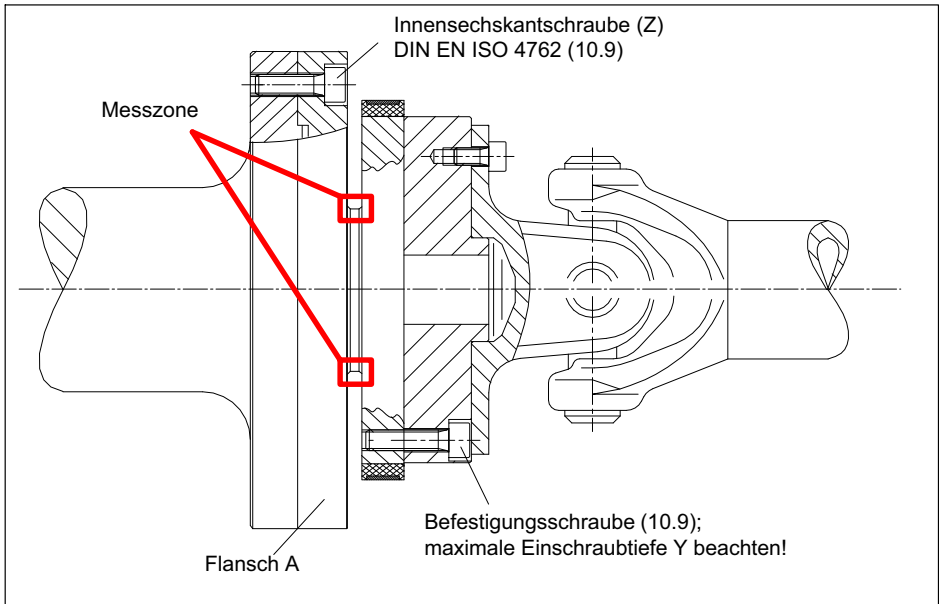

Abb. 5.4 Verschraubung des Rotors
Achten Sie darauf, dass während der Montage die in Abb. 5.4 markierte Messzone nicht beschädigt wird, z. B. durch Abstützen oder Anschlagen von Werkzeugen beim Anziehen der Schrauben. Dies kann den Aufnehmer beschädigen und damit zu Fehlmessungen führen oder sogar zerstören.
2. Verwenden Sie für die Verschraubung des Flanschs A (siehe Abb. 5.4) Innensechskantschrauben *DIN EN ISO 4762* der Festigkeitsklasse 10.9 in geeigneter Länge (abhängig von der Anschlussgeometrie, siehe Tab. 5.1 auf Seite 31).